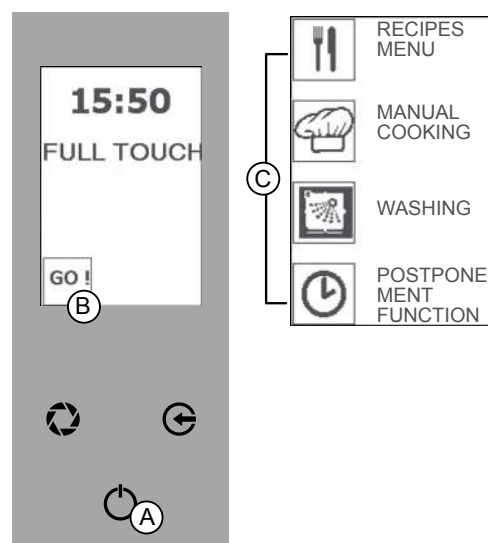

Fig.1
La tecla "ENTRAR" (Fig.1/A) se puede seleccionar para realizar 3 funciones distintas:
- Modalidad "ESPERA": pantalla apagada y tecla "ENTRAR" iluminada (Fig.1).
- Modalidad "PANTALLA INICIAL": pantalla encendida, visualización del reloj y tecla "ENTRAR" iluminada (Fig.1).
- Modalidad "MENÚ PRINCIPAL": visualización de las funciones (MENÚ RECETAS - COCCIÓN MANUAL - LAVADO - FUNCIÓN APLAZADA - Fig.1/C).